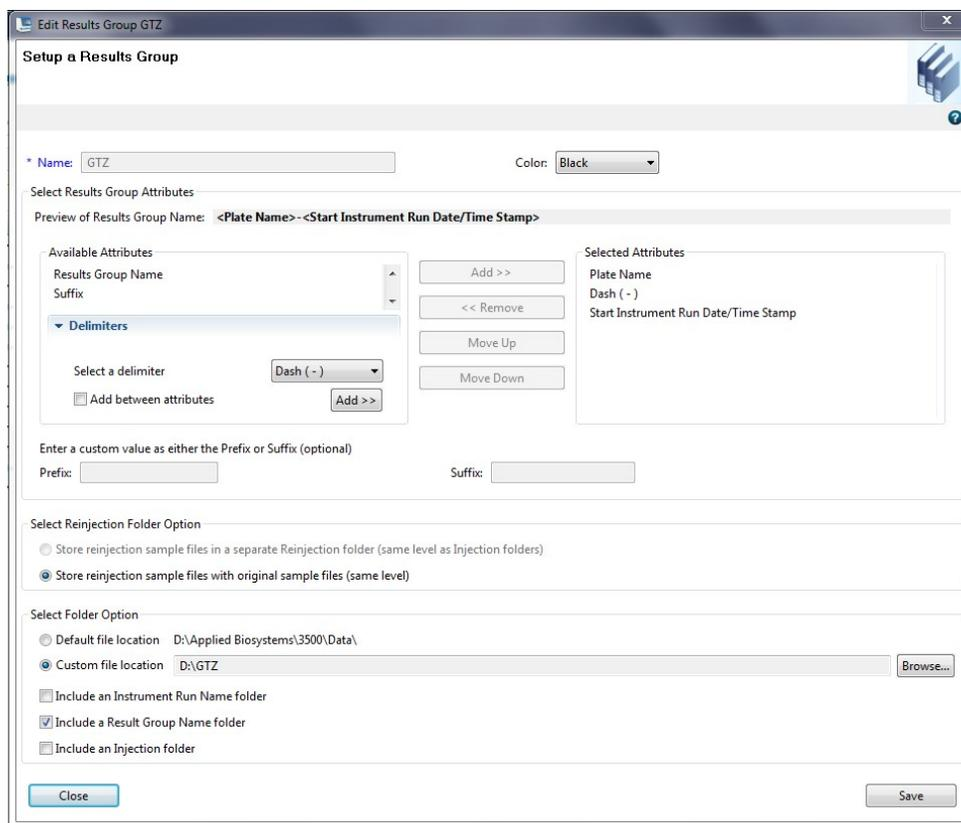

Рисунок 12. Окно создания новой группы результатов Create New Results Group.
8.2.7. Чтобы создать новую группу результатов Results Group (рис. 12), перейдите в библиотеку Library. Выберите “Results Group” (“Группа результатов”), затем выберите “Create” (“Создать”). В качестве альтернативы можно использовать ранее созданные группы результатов Results Groups. Выберите атрибуты группы результатов Results Group Attributes в соответствии с правилами вашей лаборатории. Сохраните с описательным именем.